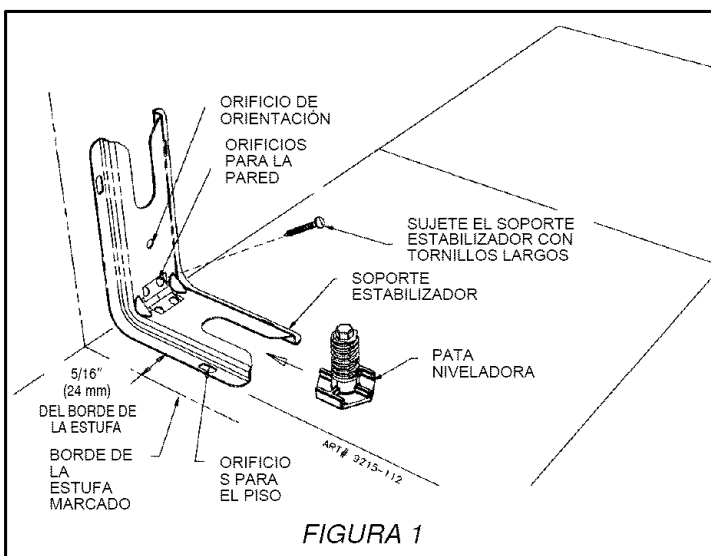

FIGURA 1
PASO 1 – Ubicación del soporte (vea la figura 1)
- Coloque el SOPORTE a 15/16” (24 mm) del “BORDE” marcado hacia el centro de la abertura y contra la pared posterior según se muestra en la figura 1, con el orificio de orientación contra la pared.
- Use el soporte como plantilla y marque los orificios necesarios, según se muestra en la figura 1, para el tipo de construcción que se va a utilizar.
- Piso: Ubique el centro de los dos orificios que se identifican en la figura 1 como “ORIFICIOS PARA EL PISO”. Taladre un agujero piloto de 1/8 (3 mm) en el centro de cada orificio (puede utilizarse un clavo o una lezna si no tiene una broca). Asegure el soporte ESTABILIZADOR al piso con los dos tornillos que se proporcionan. Continúe con el PASO 3.
- Pared: Ubique el centro de los dos orificios que se identifican en la figura 1 como “ORIFICIOS PARA LA PARED”. Taladre un agujero piloto en ángulo de 1/8” (3 mm) en el centro de cada
- En una ferretería pueden obtenerse los tornillos adecuados para las construcciones de concreto. Taladre un agujero del tamaño necesario para los tornillos obtenidos, en el concreto en el centro de los orificios que se identifican en la figura 1 como “ORIFICIOS PARA EL PISO”. Asegure el soporte al piso. Continúe con el PASO 3.